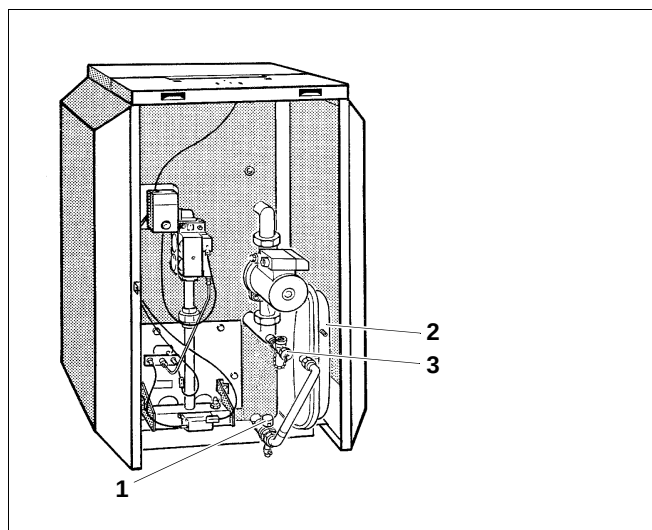
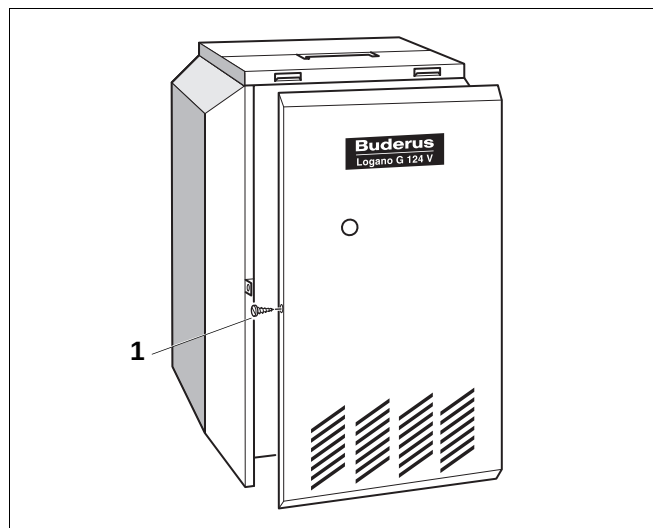

Fig. 11 Logano G124 V, paroi avant ouverte
Fig. 13 Retirer la paroi avant de la chaudière
Le vase d'expansion (fig. 11, **pos. 2**) est séparé du système par fermeture du robinet d'arrêt (fig. 11, **pos. 1**) sous le capuchon rouge. Pour retirer la pâroi avant de la chaudière voir fig. 13.
Légende pour fig. 11
- Retirer les vis de fixation des parois latérales (fig. 13, **pos. 1**) de gauche et de droite.
- Soulever la paroi avant de la chaudière et la tirer vers l'avant (fig. 13) .